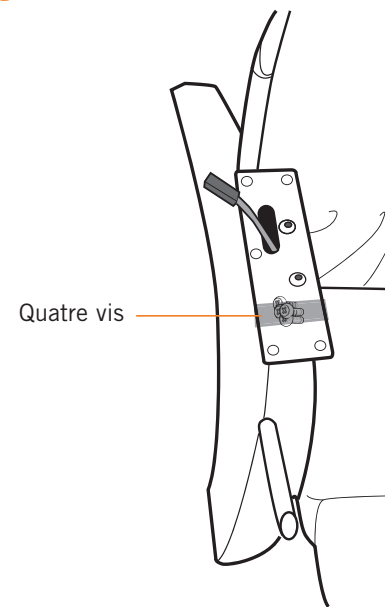

Fig.5
1. Retirez les quatre vis collées avec du ruban sur le dessus du bras droit (Fig.5).